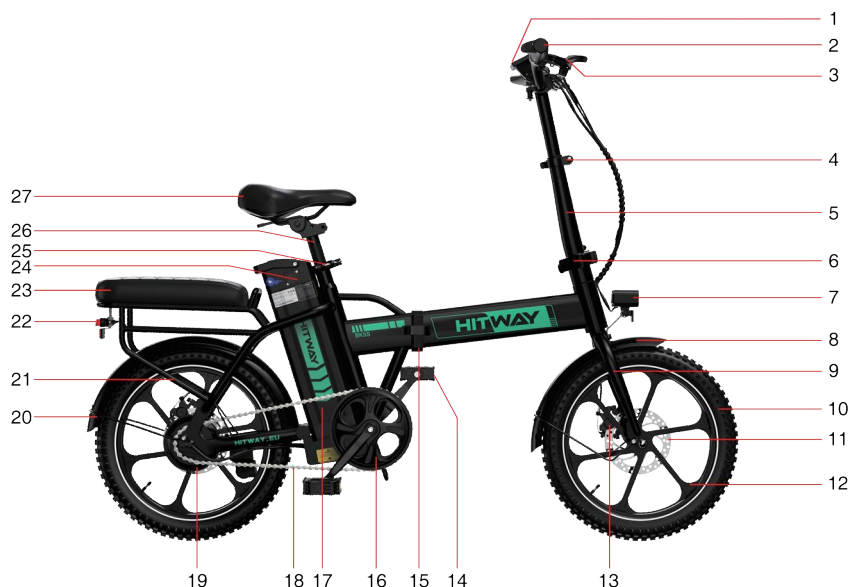

Figura 1 (diagrama de vehículo completo)
1. Inserte la llave en el orificio de la llave en la Figura 1, gire la llave a la posición "ON" girando la llave a la posición "OFF".